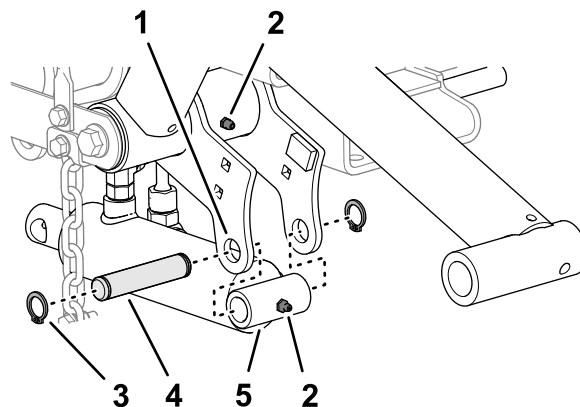

Figura 12
1. Alinhe a extremidade com tampa do cilindro de elevação com os orifícios nos flanges do braço de elevação, esquerdo (Figura 12).
2. Monte o cilindro aos flanges com o pino de fixação e 2 anéis de pressão (Figura 12).
3. Aplique lubrificante de lítio n. 2 à guarnição de lubrificação do braço de elevação e no cilindro hidráulico (Figura 12).